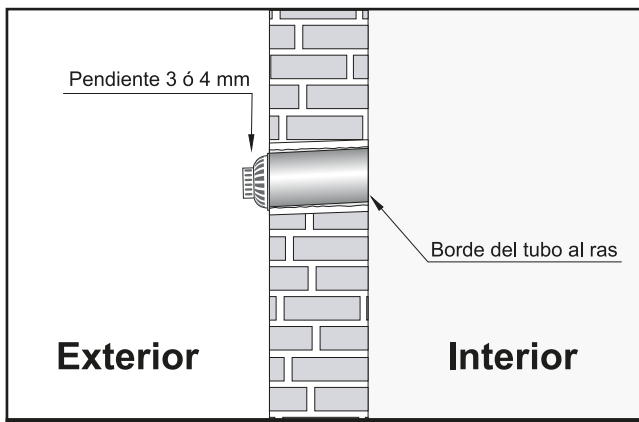

Fig.10
- Asegúrese que el Tubo en su lado interno quede al ras de la pared. (Fig. 10).